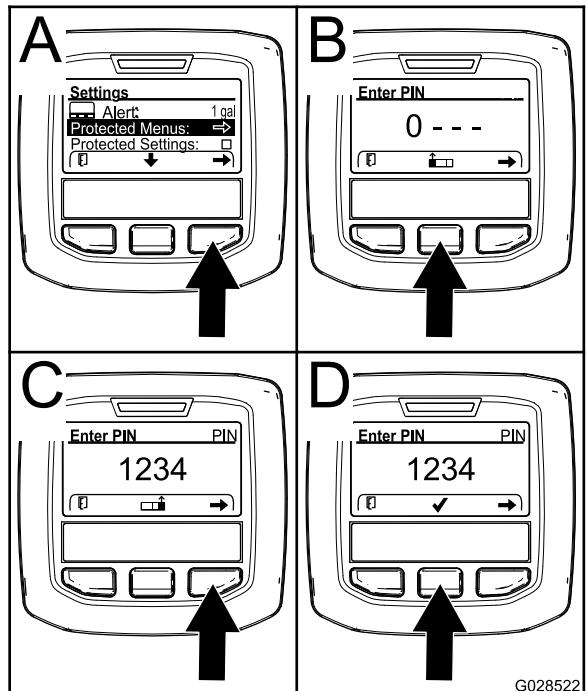

図 71
3. 右ボタンを押して保護メニューProtected Menusを選択する図 71のA。
- ・ 数を大きくするには中央ボタン図 71のBを押す。
- ・ カーソルを右の桁に移動させるには右ボタン図 71のCを押す。
- 注 中央ボタンの上に「チェックマーク」アイコンが表示されます(図 71のD)。
6. 中央ボタン図 71のDを押して設定を保存する。